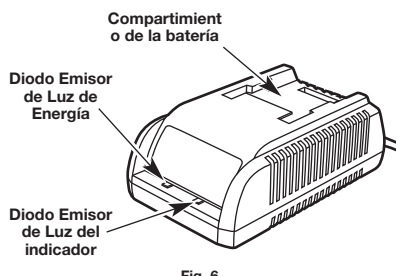

Fig. 6
2. Se encenderá el DIODO EMISOR DE LUZ rojo de ENERGÍA (Fig. 6).
NOTA: Asegúrese de que la batería esté totalmente insertada en la carga verificando que la luz de carga del DIODO EMISOR DE LUZ rojo esté encendida (Fig. 6).
4. Una vez que la batería haya alcanzado el nivel de carga completo, el diodo luminoso de modo de carga de la batería cambiará de rojo a verde (Fig. 6).